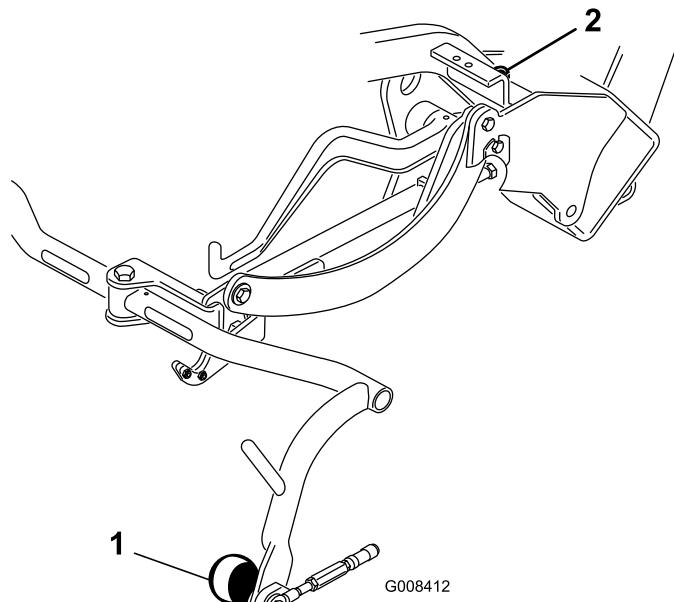

Рисунок 9
- Если нужна регулировка, ослабьте зажимную гайку на упорном винте несущей рамы (Рисунок 9) и поворачивайте винт вверх или вниз для подъема или опускания несущей рамы. После выполнения регулировки затяните зажимную гайку.